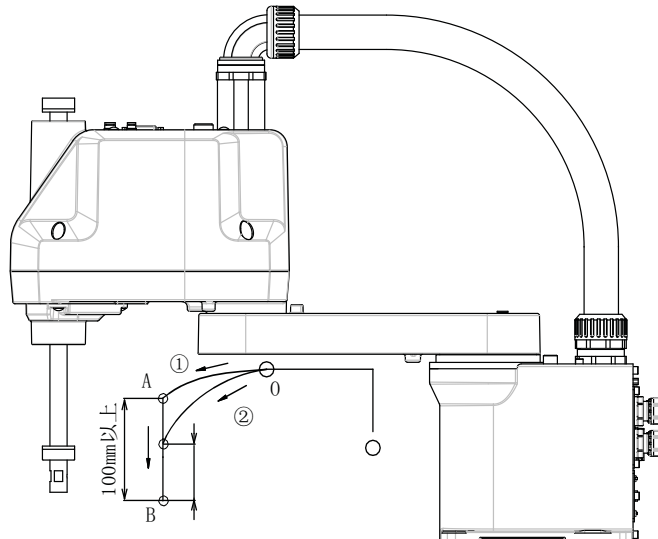

图 2-9：在 Z 轴最下端进行定位时的推荐路径
- 3) 在 Z 轴最下端附近进行工件定位的情况下（上述 2）中无效果的情况下），应执行 1) 的动作（机器人路径：0 → A → C）。2) 的动作（机器人路径：0 → B → C）的情况下有时会发生残留振动。（参阅图 2-9）